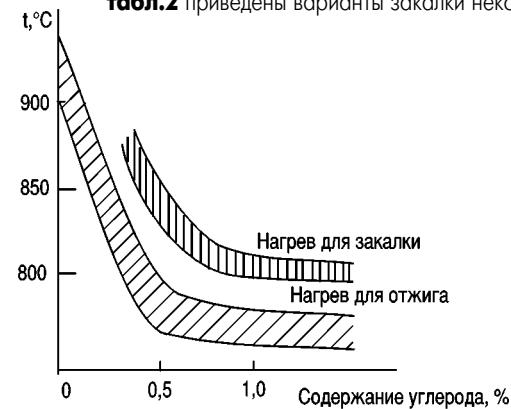

Рис. 2
1. Каждая марка стали должна нагреваться до определенной температуры (**рис. 2**). При нагреве выше допустимой температуры сталь теряет свои свойства. Это уже процесс отжига.